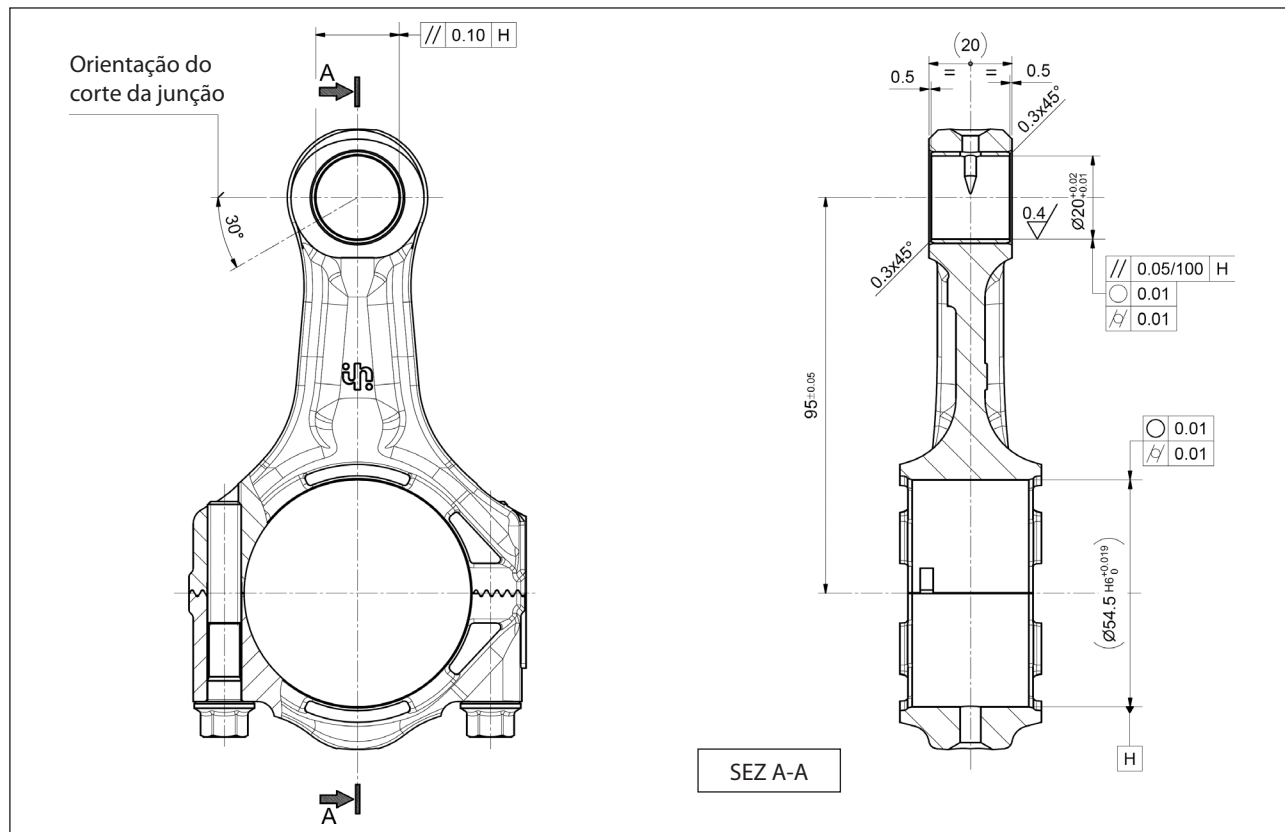

Fig. 35
- o corte de junção é orientado, conforme indicado na Fig. 35.
Execute sucessivamente os trabalhos mecânicos, respeitando rigorosamente as dimensões e tolerâncias relacionadas na Fig. 35.